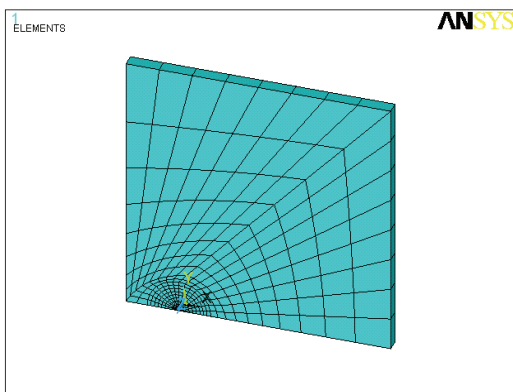

图 8-39 有限元模型显示
40) 选择 Utility Menu | Plot | Elements 命令, ANSYS 显示窗口将显示所生成的有限元模型, 如图 8-39 所示。